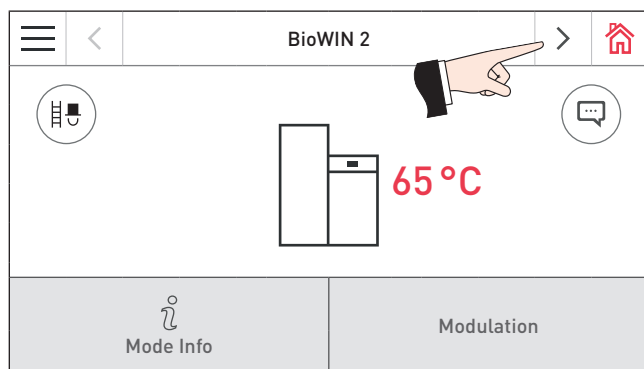
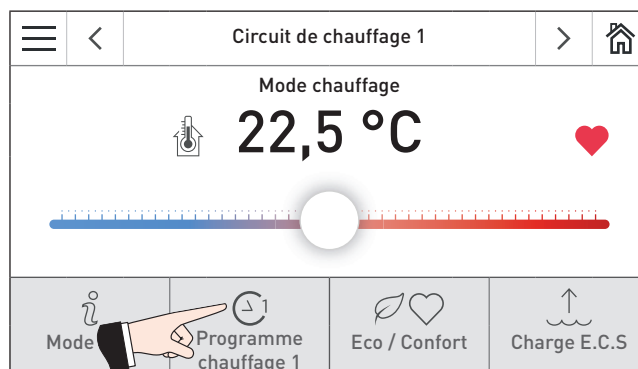
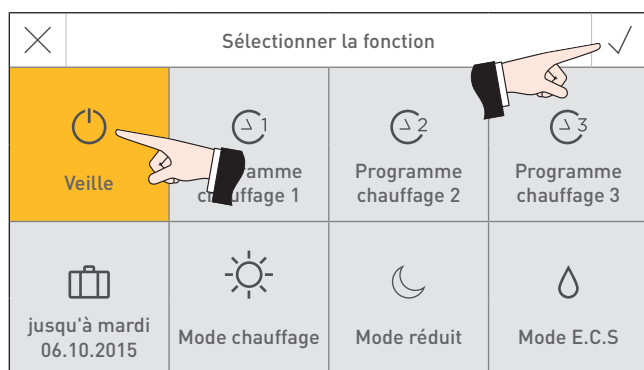

Fig. 14 Écran d'accueil BioWIN 2
Fig. 15 Écran d'accueil module fonctionnel chauffage
Fig. 16
Une fois l'autotest terminé avec succès, l'écran d'accueil (Fig. 13). Si l'autotest devait ne pas être concluant, un message (Fig. 14) s'affiche (voir Notice d'utilisation InfoWIN Touch).
- ▶ Utiliser les boutons <> (Fig. 14) ou « Glisser » pour passer à l'écran d'accueil du module de fonction du circuit de chauffage – Fig. 15.
- ▶ Appuyer sur le bouton Choix fonction (Fig. 15) et sélectionner et confirmer « Veille » ⏻ ✓ – Fig. 16.